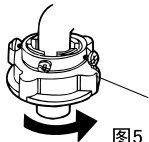

图5
4. 按图示要求旋紧紧固螺母, 如图5。
如果水龙头靠墙, 可以将靠墙一面的螺钉事先旋到大致合适的位置, 再将进水管接头套到水龙头上, 用螺丝刀将其余三个螺钉拧紧, 确认紧固可靠后, 按上图5、6旋紧紧固螺母。